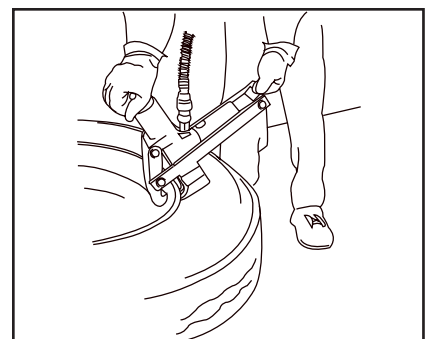

Abbildung 3
1. Die Luftdruckhydropumpe betreiben, so daß die Spannbacke allmählich an der Felge festgezogen wird. (Siehe Abb. 3.) Sicherstellen, daß die keilförmigen Zähne hinreichend innerhalb des Reifenwulsts plaziert sind und am Felgenhorn anliegen.